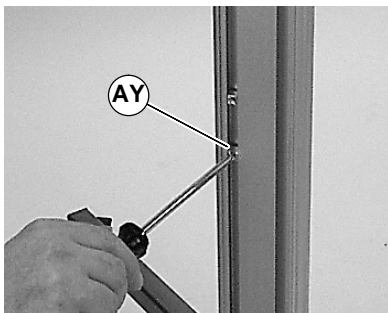

Figure 30
2. Feder-T-Nutensteine (AY siehe Abbildung 30) in den Einzelständer einführen.